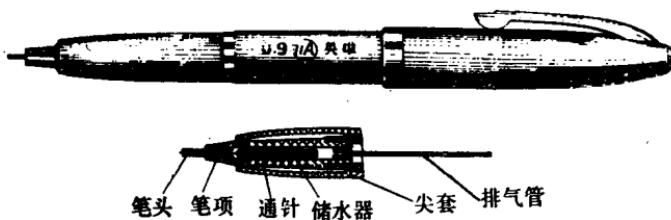

图 1-7 绘图墨水笔
(8) 绘图墨水笔：是带有吸水、储水结构的制图工具。可绘较规则的长线条，描绘非圆曲线等。可提高绘图速度，携带与使用较为方便。它有0.3、0.6、0.9mm等各种规格粗细不同的笔供选用。每支笔专供画一种线宽。如图1-7所示。